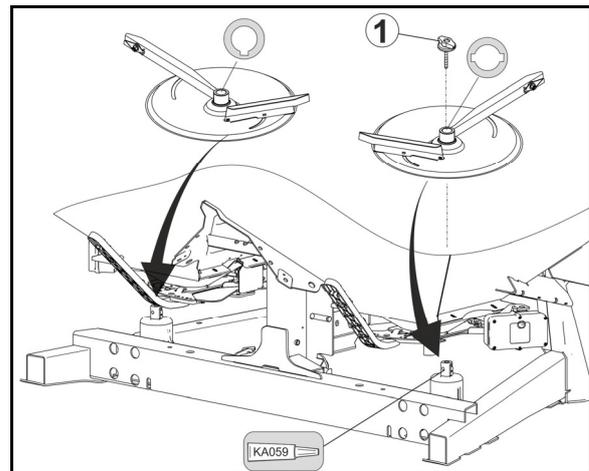

Fig. 60
1. Retirar a porca com orelhas (Fig. 60/1).